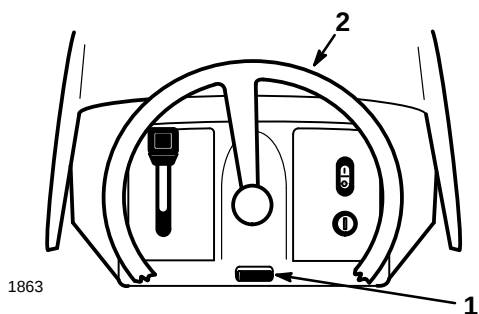

Abbildung 4
1. Den Kippknopf hereindrücken (Abb. 4).